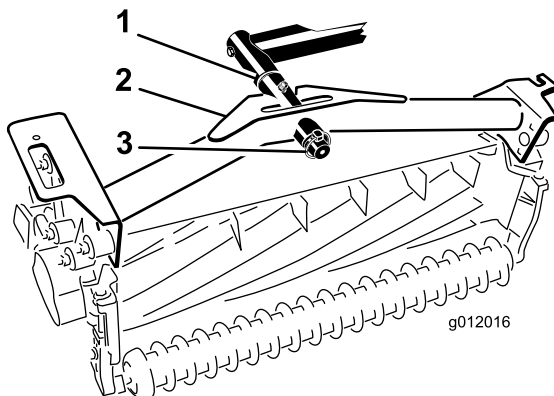

Рисунок 21
- Наденьте несущую раму режущего блока на ось поворота и закрепите ее с помощью шплинта (Рисунок 21).